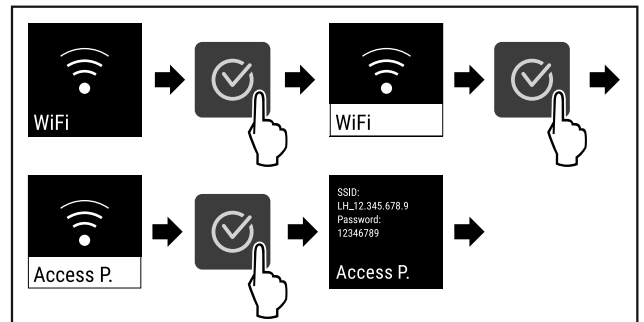

Fig. 84
- ▶ Suivre les étapes (voir Fig. 84).